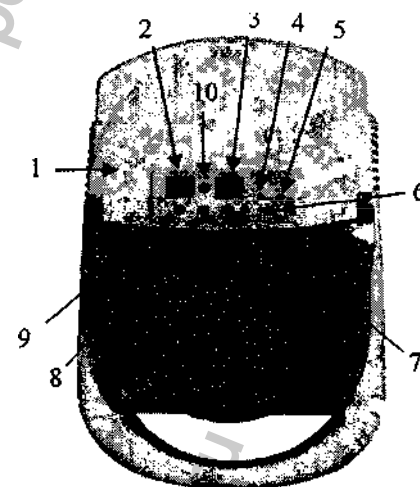

Рисунок 1 Общий вид электронного блока
4.1. Ингалятор состоит из компрессорного блока (Рис. 1), колбы для лекарственного раствора (Рис. 3 поз.3), экономайзера (Рис. 3 поз.4), соединительной трубки (Рис. 3 поз.5), наконечников носовых (Рис. 2 детский и взрослый), загубника (Рис.2) и масок (Рис. 2 взрослая и детская).
- Световые индикаторы: «Объём» (Рис.1 поз.2) и «Время» (Рис. 1 поз.3), отображающие устанавливаемые параметры;
- Световые индикаторы Режим 1 (Рис.1 поз.4) и Режим 2 (Рис.1 поз. 5), отображающие выбранный режим ингаляции;
- Кнопка « $\leftrightarrow$ » (Рис.1 поз.10) - выбора устанавливаемого параметра объём (мл) или время (мин);
- Кнопка выбора режима (рис.1 поз.6);
- Кнопки «» - меньше (Рис.1 поз.9), «» - больше (Рис.1 поз.8), необходимые для установки параметров «Объём» или «Время»;
- Кнопка «» - «Пуск/Стоп» (Рис. 1 поз.7), необходимая для запуска и остановки процедуры.
4.5.1 Компрессорный блок (Рис. 1) вырабатывает сжатый воздух, который по соединительной трубке (Рис. 3 поз.5) подается в сосуд для жидкости (Рис. 3 поз.3).
4.5.5. Выбор задаваемого параметра - время или объем, осуществляется кнопкой « $\leftrightarrow$ » (Рис.1 поз.10) и выделяется более ярким свечением сегментов индикатора.
8.1. Переведите кнопку «СЕТЬ» (Рис.3 поз.7) в положение I- «Включено» - при этом загорится табло индикаторов (Рис.1 поз.2;3).
- с помощью кнопки (Рис.1 поз.6) выберите режим 1 (P1), при этом загорится светодиод, соответствующий обозначению P1 (Рис.1 поз.4);
- с помощью кнопки (Рис.1 поз.6) выберите режим 2 (P2), при этом загорится светодиод, соответствующий обозначению P2 (Рис.1 поз.5);
8.3. Кнопкой «↔» (Рис. 1 поз.10) выберите устанавливаемый
параметр: «Время» (Рис.1 поз.2) или «Объем» (Рис.1 поз.3) (обозначается более ярким свечением цифр).
8.4. Кнопками «▲» - меньше (Рис.1 поз.9) или «▼» - больше (Рис.1 поз.8) установите требуемое значение параметра. При этом, второй параметр рассчитывается автоматически, исходя из производительности выбранного режима.
8.9. Кнопкой «⊗» (Рис. 1 поз.7) включите компрессор ингалятора.